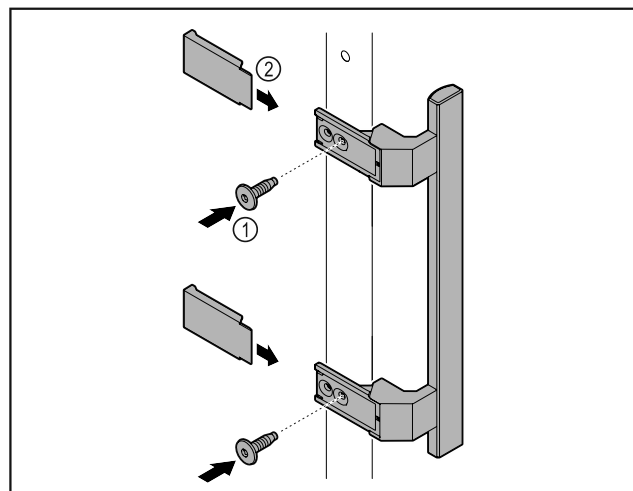

Fig. 5
- ▶ Skru håndtaget i tilbehørspakken fast på døren med de medfølgende skruer Fig. 5 (1).
- ▶ Sæt afdækningen Fig. 5 (2) på.